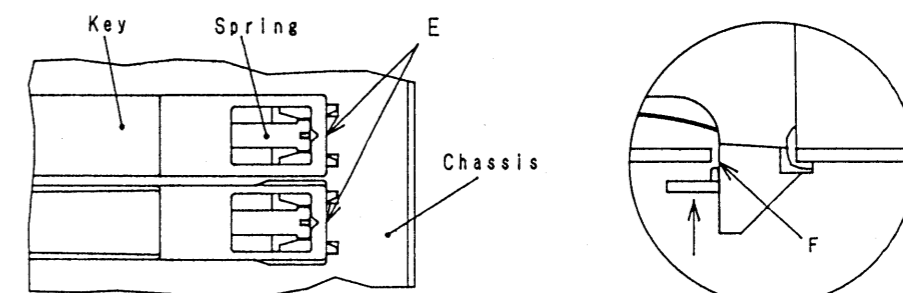
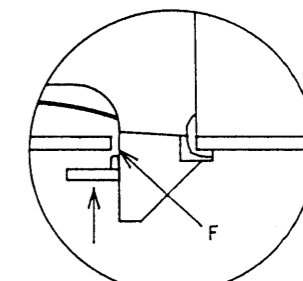

Fig. 9
Fig. 10
3. Referring to Fig.9 and Fig.10, verify that there is no clearance at the portion E between the key fulcrum and the chassis. Pressing the stopper in the direction of arrow ⑤, attach it on the portion F as shown in Fig.10.
3. KEY支点部とシャーシ係合部間(E)に隙間のないことを確認し、ストッパーをシャーシ裏側に、Fig.10に示す(F)に沿ってシャーシと鍵の隙間に押し込むようにして貼ります。